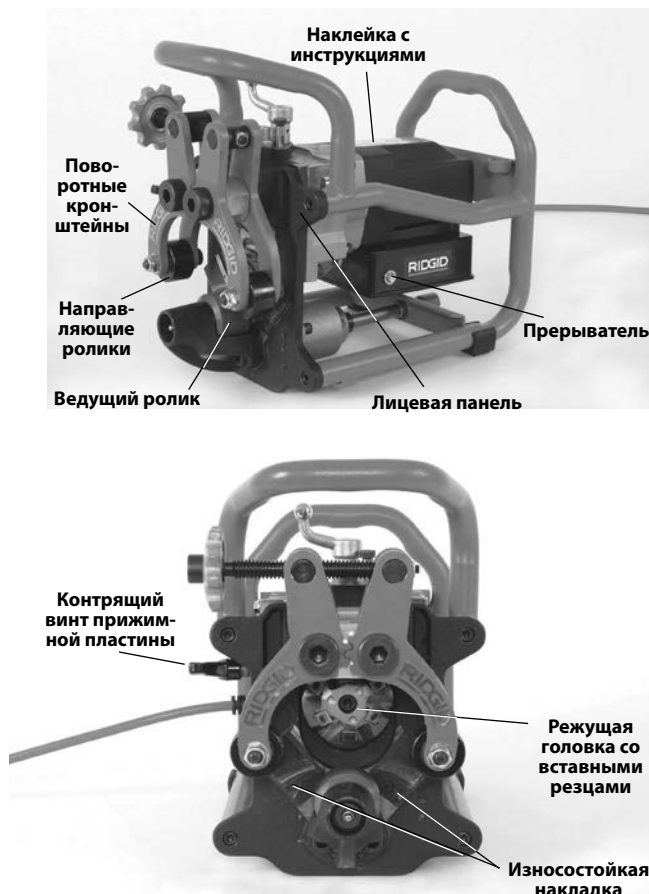

Рис. 1 – Станок для снятия фаски модели В-500
- Наличие и разборчивость наклеек с предупреждениями и инструкциями (см. рис. 1).